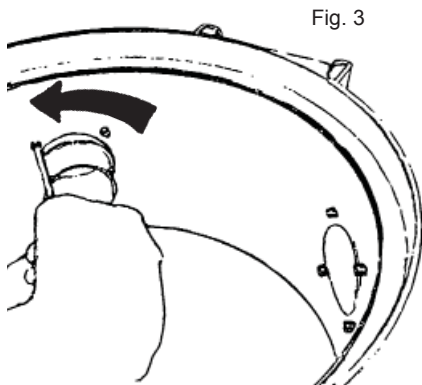

Fig. 3
1. Løsn støvsugerrørets sokkel ved at skrue de fire Torx-kombinationsskrue ud med en Torx T20 eller en almindelig skruetrækker, Fig. 3.